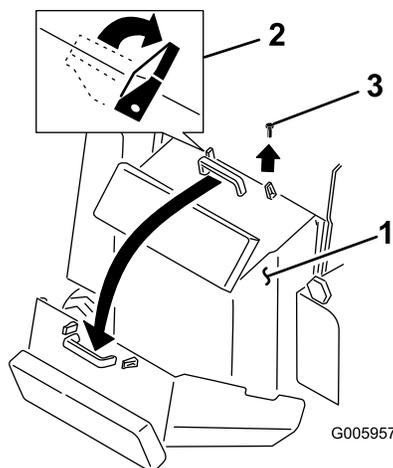

Рисунок 25
2. Освободите две крепежные лапки наверху задней крышки доступа (Рисунок 25).
3. Снимите болт, расположенный рядом с правой крепежной лапкой (Рисунок 25).
4. Возьмитесь за ручку и потяните крышку вверх и назад, чтобы откинуть ее в открытое положение (Рисунок 25).